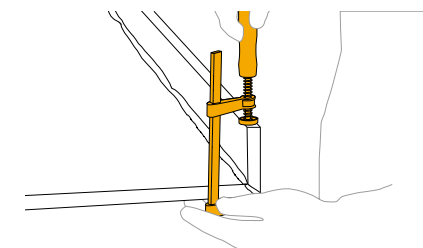

Abb.5
- Danach müssen die 2 Teile mit geeigneten Klemmen blockiert werden, die erst nach dem kompletten Trocknen entfernt werden können (Abb. 5).